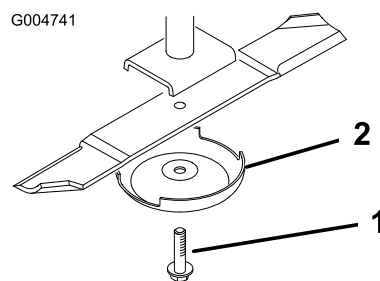

Bild 114
3. Entfernen Sie die Messerschraube, die Antiskalpieerkuppe und das Messer von der Spindelwelle (Bild 114).